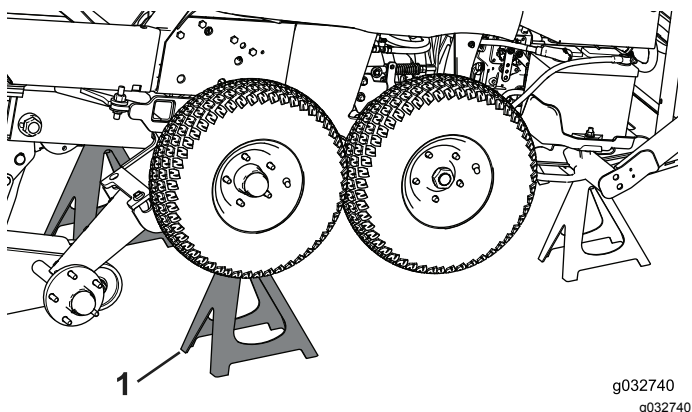

Bild 89
5. Stützen Sie den Winterrahmen mit Achsständern ab (**Bild 89**).
6. Entfernen Sie die Vorderräder (**Bild 89**).